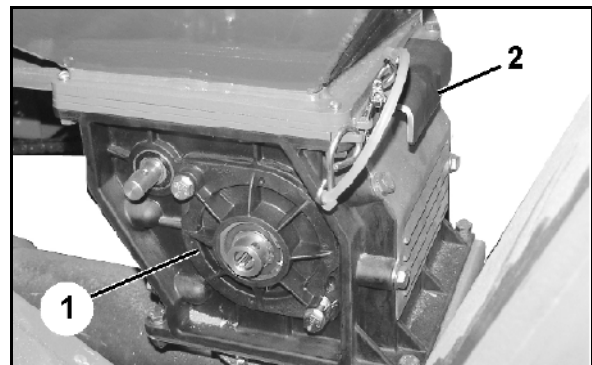

Fig. 112
6. Schließen Sie den Gehäusedeckel (Fig. 112/1).
7. Öffnen Sie die Saatguttanköffnung durch langsames Einschieben des Schiebers (Fig. 112/2).